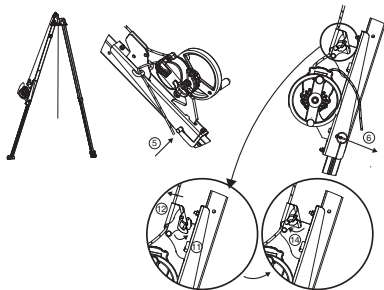

Fig. 9
VIGTIGT: Vær opmærksom på monteringsretningen: faldets blokeringsanordningen skal være vendt opad på TRACODE™ trefoden (fig. 9).
5. Installer forløjningsbolten på konsollen til DEROPE™ UP R apparatet. Denne forløjningsbolt har to funktioner: fastlåsning af benet på TRACODE™ trefoden og forløjning af konsollen til DEROPE™ UP R apparatet på dette ben (fig. 9, 5).
6. Fastlås forløjningsbolten med stiften med låsering (fig. 9, 6).
11. Åbn konsollens faldbremse (fig. 9, 11).
12. Før faldet, der kommer ud af DEROPE™ apparatet ind i konsollens faldbremse (fig. 9, 12).
14. Luk faldbremsen (fig. 9, 14).